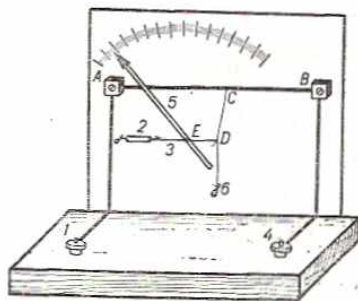

Рис. 163. Прибор для демонстрации теплового действия электрического тока.
3. Прибор для демонстрации теплового действия электрического тока (рис. 163). Основной частью прибора является никелиновая проволочка АВ диаметром 0,1 мм. Прибор монтируют на деревянной вертикальной доске размером 250×180×20 мм. Конец провода А закрепляют клеммой или шурупом, а конец В припаивают к винту клеммы. Провод АВ можно регулировать, изменяя положение винта в гайке. Клеммы А и В соединяют проводами с клеммами 1 и 4. К середине провода АВ прикрепляют тонкий провод, в точке D которого крепят тонкую шелковую нитку 3. Нитку соединяют со спиральной пружинкой 2, удерживающей шелковую нитку в натянутом положении. Стрелку прибора делают из длинной соломины, а основание — из плотной бумаги. Основание приклеивают к стеклянной трубочке длиной 0,8—1 см, диаметром 5—7 мм, надетой на штифт. Нитка надета на трубочку, которую для большего трения обклеивают бумагой. При пропускании электрического тока никелиновый провод нагревается и удлиняется. В это время провод опустится, и пружина, натянув нитку, повернет стрелку в сторону зажима В.